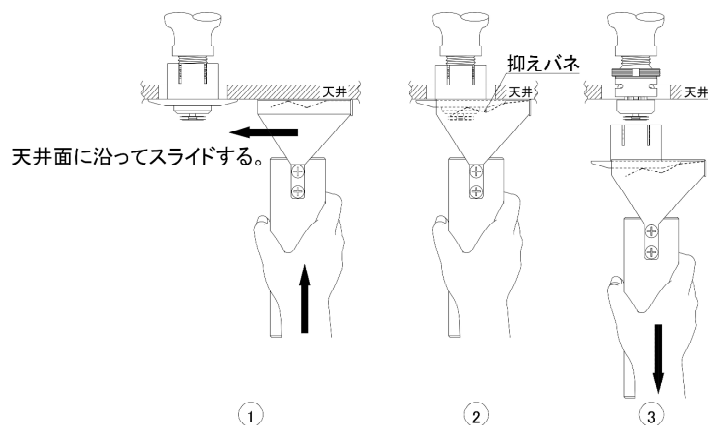

図1. シーリングプレート取外し工具の使用方法
- ① 下図1の①に示すように、シーリングプレート取外し工具（以下、取外し工具といいます。）を持ち、天井面に押し当て、天井面に沿ってスライドさせます。
- ② 下図1の②に示すように、シーリングプレートが取外し工具の抑えバネで固定されていることを確認してください。
- ③ 下図1の③に示すように、スプリンクラーヘッドの部品等が変形しないように注意して取外し工具を真下に引き下げてください。